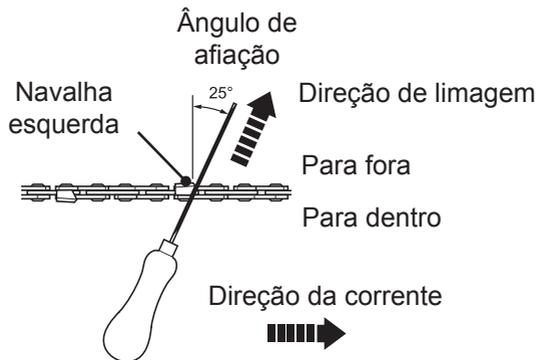

Fig. 42
- Lime num ângulo perpendicular à guia e num ângulo de 25° em relação à direção de deslocamento (Fig. 42).